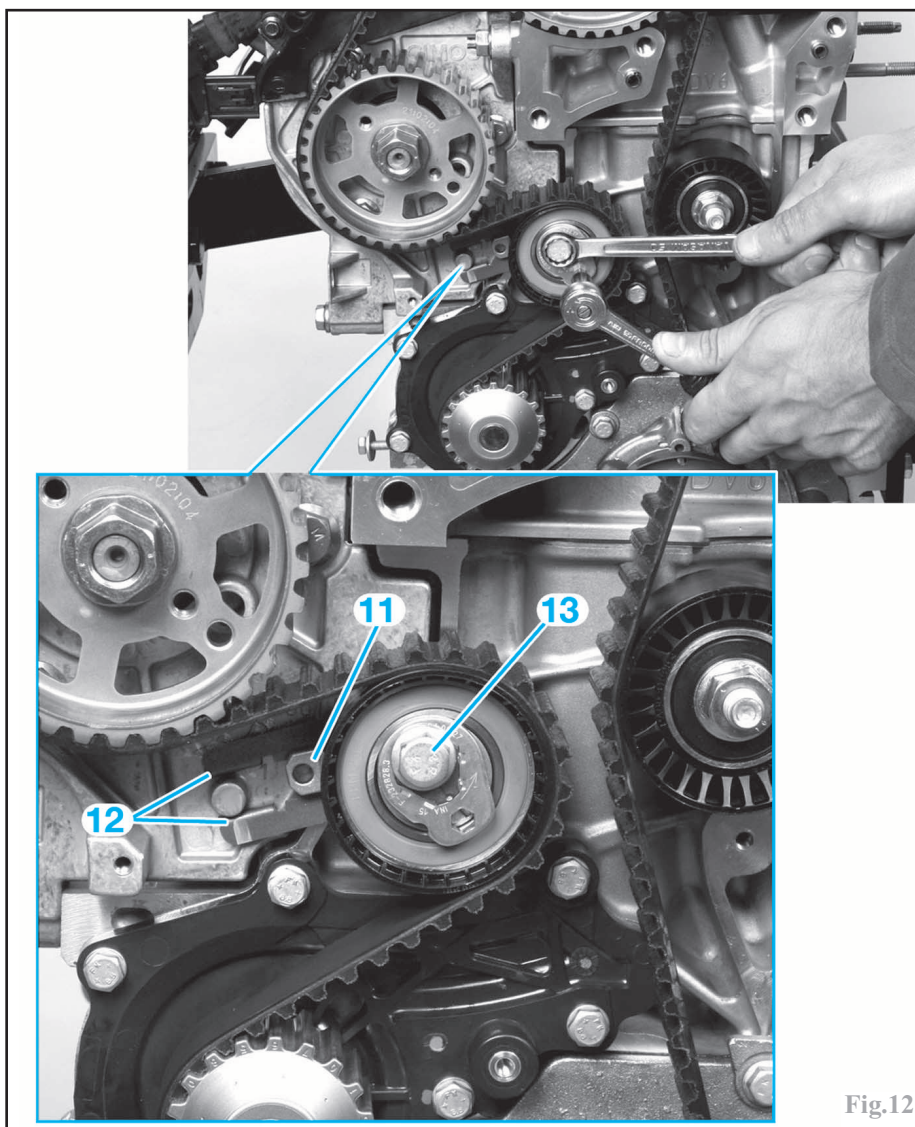

Fig.12
À l'aide d'une clé 6 pans, amener l'index (11) (Fig.12) du galet tendeur au milieu de la zone de contrôle (12) en tournant le tendeur dans le sens antihoraire.
Contrôler le positionnement de l'index (11) (Fig.12) qui doit se trouver dans la zone de contrôle (12). Dans le cas contraire, reprendre l'opération de repose. Déposer les différentes pignes en place.